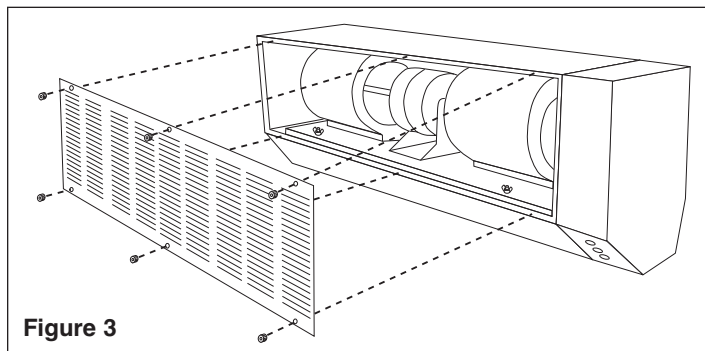

Figure 3
4. Dévissez six (6) écrous moletés et déposez la grille d'aspiration d'air (voir la Figure 3).